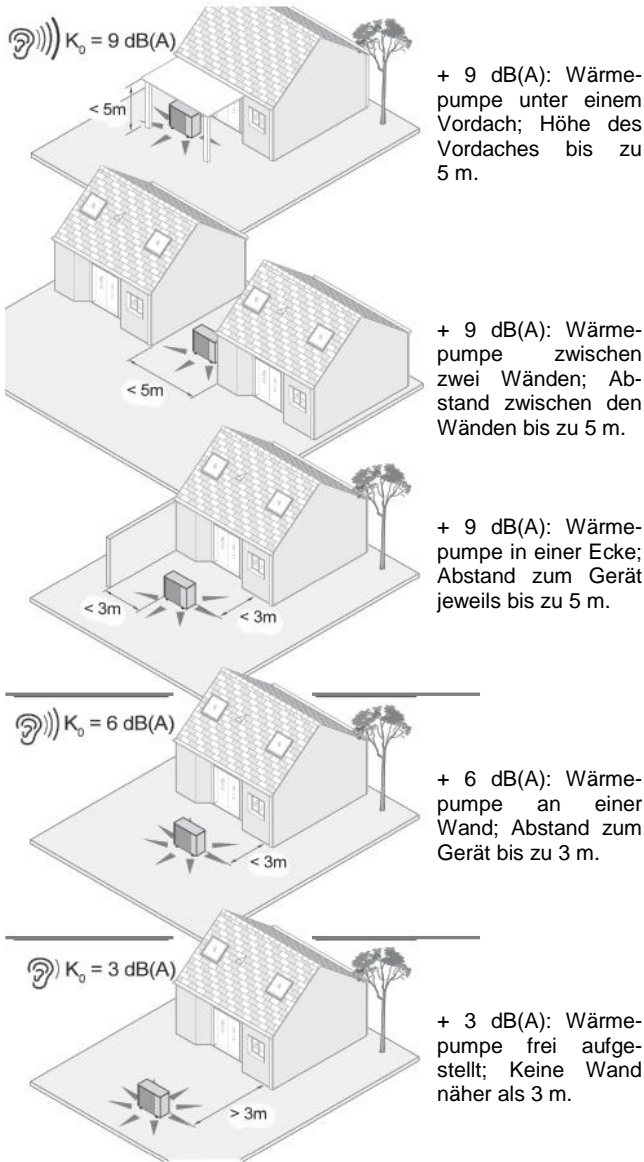

Abb. 8-2 - Quelle: Bundesverband Wärmepumpe (BWP) e.V.
- $L_{w,aeq}$ Max. Schalleistungspegel der Wärmepumpe (= 46 dB(A) für Tag und 43 dB(A) für Nacht)
- K_0 Raumwinkelmaß aus der Aufstellungssituation (Erhöhung durch Reflexion um $3,6$ oder 9 dB) gemäß Abb. 8-2
- -11 dB(A) Äquivalenter Schalldruckpegel auf der Oberfläche einer Kugel mit Radius 1 m
- K_R Zuschlag von 6 dB(A) für Zeiten mit erhöhter Empfindlichkeit (nur im Tagbetrieb in Deutschland)